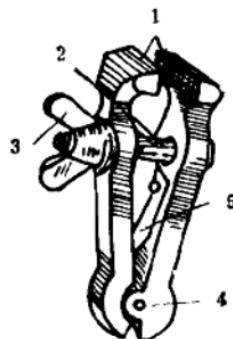

图 1-4 手虎钳
2. 手虎钳：用低碳钢制成。主要是用它夹持小型工件（如图 1-4）。常用的有 25、38、50 毫米等数种。